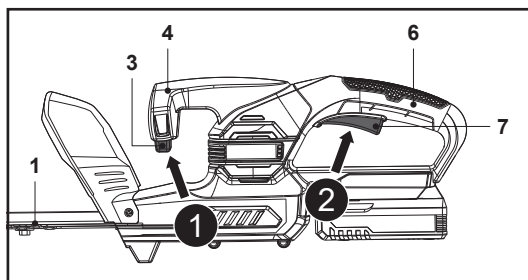

Fig. 6
1. Asigură-te că dispozitivul de tăiere (lama) (1) nu atinge obiecte. Scoate protecția (11) de pe dispozitivul de tăiere (lamă) (1) înainte de a porni produsul.
2. Ține produsul cu o mână de mânerul frontal (4) și cu cealaltă mână de mânerul posterior (6).
3. Apasă comutatorul de siguranță (3) și menține-l în poziție (Fig. 6, pasul 1).
4. Apasă comutatorul de pornire/oprire (7) pentru a porni produsul (Fig. 6, pasul 2).
5. Eliberează fie comutatorul de pornire/oprire (7), fie comutatorul de siguranță (3) pentru a opri produsul.